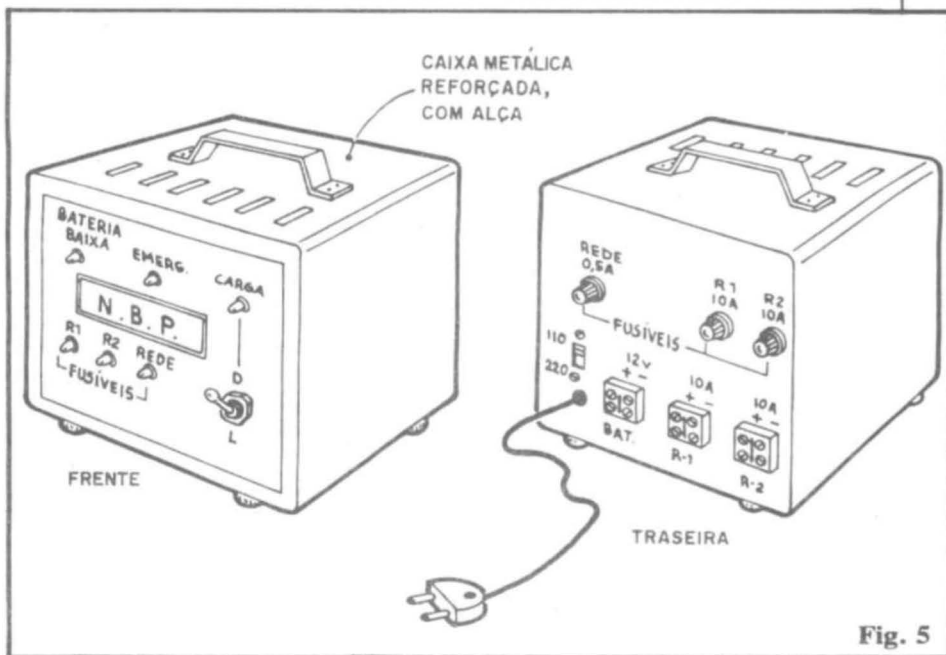

Fig. 5
Um dispositivo como o NBP (IE), pelas próprias condições de utilização, requer uma proteção (caixa) razoavelmente forte. Assim, sugerimos ao Leitor/Hobbysta que procure utilizar um container metálico, guiando-se pelas indicações dadas na fig. 5, na qual temos detalhes tanto da parte frontal da caixa, quanto da sua traseira... É certo que a colocação exata de cada controle, indicador ou acesso, **pode** variar com relação às sugestões da figura, porém o arranjo mostrado nos parece o mais lógico, elegante e prático... Notem ainda que (conforme mencionado no item OPCIONAIS/DIVERSOS da LISTA DE PEÇAS...) é possível também dimensionar um **container** que possa abrigar, além do circuito em sí, a bateria acessória, num compartimento traseiro ou lateral de fácil acesso... Entretanto, na configuração mais simples e direta, tal bateria ficará mesmo **fora** da caixa, ligada ao NBP(IE) via par de cabos polarizados e "taludos", aos terminais "+B e -B/12V".